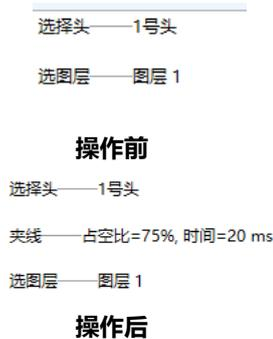

图 5.10.3a 图层起始指令集操作示意
③添加完所有指令之后，如果有需要删改的，改变参数只需双击指令段即可弹出参数设置框。需要删除指令，只需选中指令段，点击删除按键即可。需要移动指令段，只需选中指令后，点击“↑”“↓”按键即可对指令段进行向上/下移动。
④最后点击确认，此默认指令集即会被保存，在点击指令处理之后，在图层起始的位置会默认加入这些指令。操作示意如下图 5.10.3a 所示。